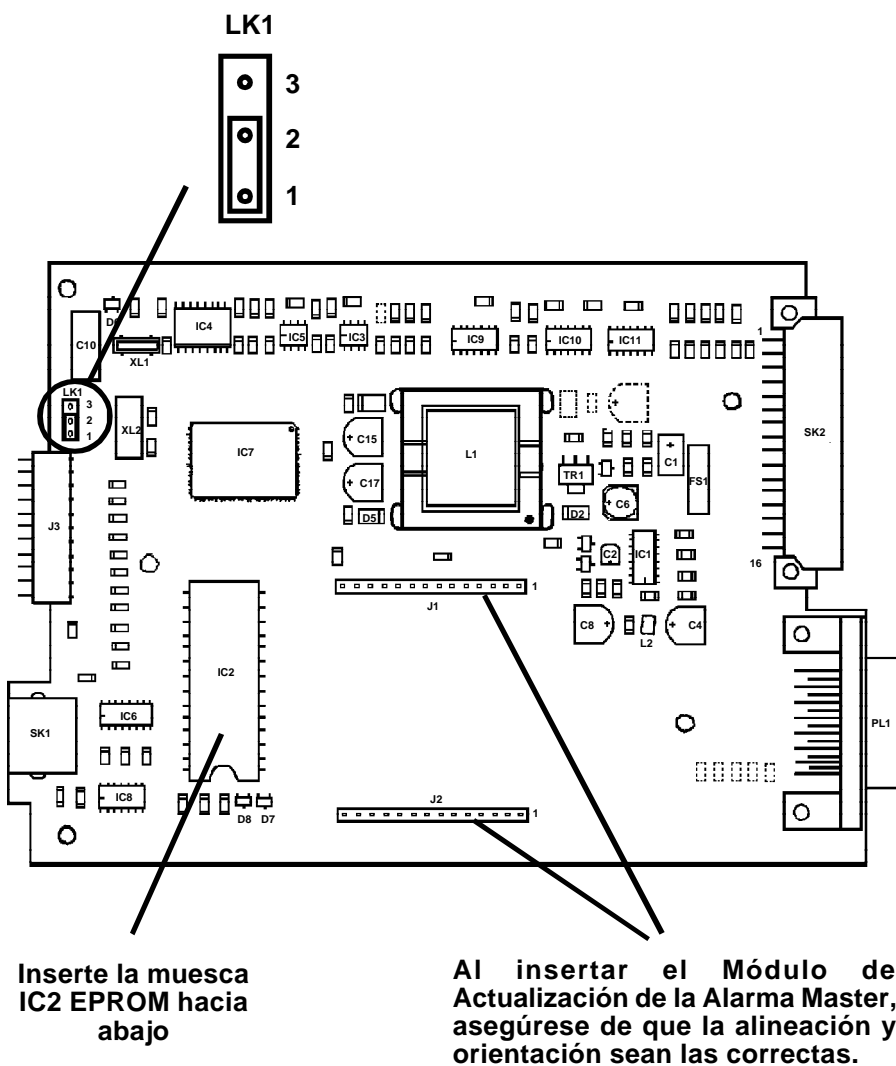

Ilustración 5 - System 57: Tarjeta de Ingeniería Mark I
- a. El hardware de la Mark I sólo tiene una toma IC DIL de 28 clavijas en el PCB (Placa de Circuito Impreso) de la tarjeta. Véase la Ilustración 5.
- (3) Inserte el circuito integrado EPROM de Actualización del Software (Nº de Pieza 05701-A-0385) en la toma IC2 de la Tarjeta de Ingeniería. Asegúrese de que la clavija 1 del IC se alinea correctamente con la clavija 1 de la toma y de que todas las clavijas se insertan correctamente en la toma.
- (4) Usando alicates de pequeño tamaño o un destornillador electrónico, quite cuidadosamente la unión (puente) LK1 de la Tarjeta de Ingeniería de las clavijas 2 y 3 y reemplace para hacer el puente en las clavijas 1 y 2 (véase la ilustración 5 y 6).
- (5) La salida de relé de la Actualización 2 está establecida por defecto como contacto normalmente abierto, el cual se cierra al detectarse un estado de actualización. Si se necesita que la salida del relé de Actualización 2 funcione como contacto normalmente cerrado y que se abra al detectarse un estado de actualización, deberá resetearse el LK2 del Módulo de Actualización de la Alarma Master de la manera siguiente: